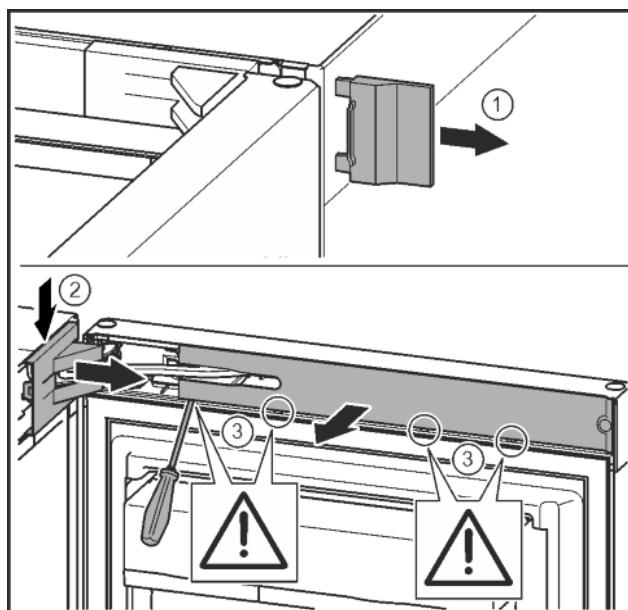

Fig. 6
- Skinite vanjski pokrov. Fig. 6 (1)
► Otkopčajte i otpustite pokrov podloška ležaja. Skinite pokrov podloška ležaja. Fig. 6 (2)
- Odvijačem s prorezom otkopčajte masku i zakrenite je u stranu. Fig. 6 (3)